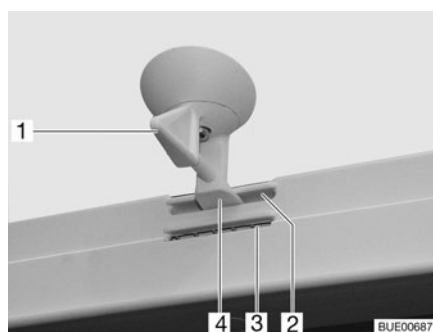
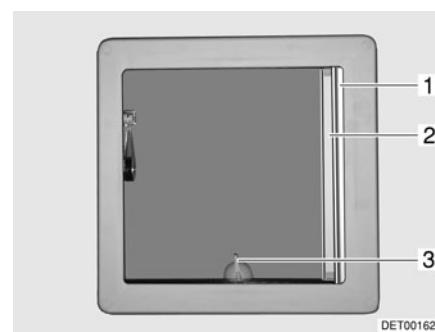

Fig. 61 Lanterneau basculant, dispositif de verrouillage
Fig. 62 Lanterneau basculant
- Tourner le levier (Fig. 61,1 ou Fig. 62,3) d'un quart de tour.
- Tourner le levier d'un quart de tour. Le dispositif de verrouillage (Fig. 61,4) doit pénétrer dans l'ouverture inférieure (Fig. 61,3).
- Tourner le levier d'un quart de tour. Le dispositif de verrouillage (Fig. 61,4) doit pénétrer dans l'ouverture supérieure (Fig. 61,2).
- Retirer le dispositif occultant plissé (Fig. 62,1) et le relâcher lorsqu'il a atteint la position voulue. Le dispositif occultant plissé reste alors à cette position.
- Tirer la moustiquaire (Fig. 62,2) jusqu'à ce que le dispositif de verrouillage s'enclenche dans la partie opposée.